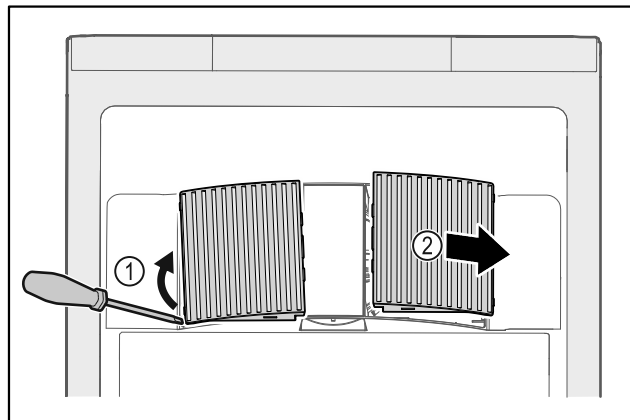

Fig. 58
- ▶ Z boku opatrně vytáhněte ventilátorové kryty Fig. 58 (1) a sejměte je směrem dopředu Fig. 58 (2).